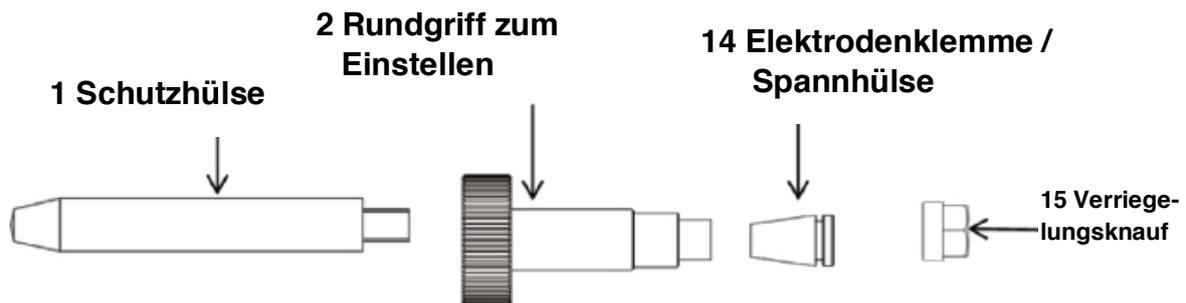

Abb. 3: Gerätebeschreibung EG 5
Schritt 6: Schalten Sie die Stromversorgung nach dem Schleifen aus, entfernen Sie die Wolframelektrodenklemmvorrichtung (Abb.3). Drehen Sie den Verriegelungsknauf (Pos.15, Abb.3) auf. Entfernen Sie die Tungsten Elektrodenklemme (Pos.14, Abb.3) und die Elektrode. Legen Sie die fertig bearbeitete Wolframelektrode an einem geschützten Ort ab.